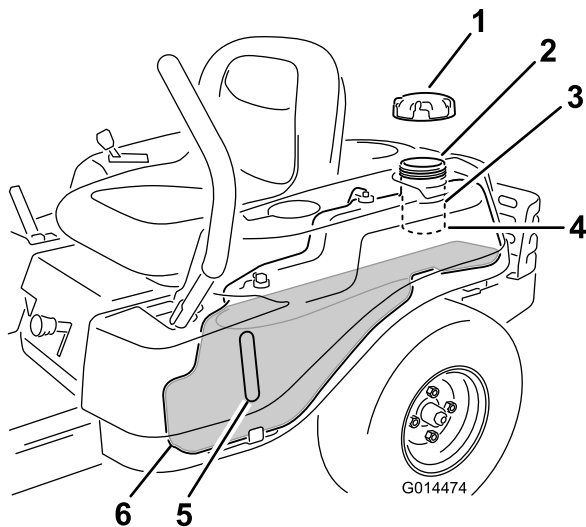

Figure 9
**Remarque:** Vous pouvez utiliser le regard pour vérifier la présence d'essence avant de faire le plein (Figure 9).
2. Versez **lentement** de l'essence sans plomb ordinaire jusqu'à ce que le niveau atteigne le bas du goulot de remplissage (Figure 9).